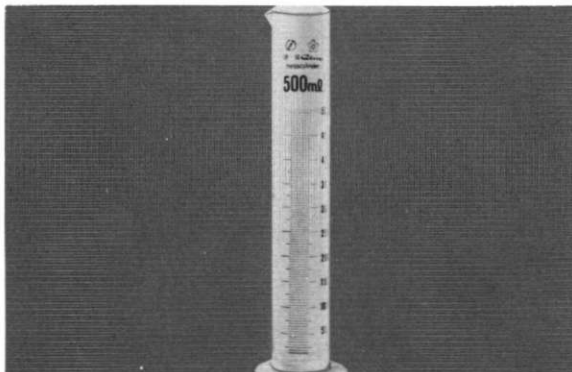

Fig. 6-5
- E. Fluid measuring cup (CC) (Fig. 6-5)
- E. Eprouvette graduée (cm³) (Fig. 6-5)
- E. Flüssigkeitsmeßzylinder (cm³) (Bild. 6-5)